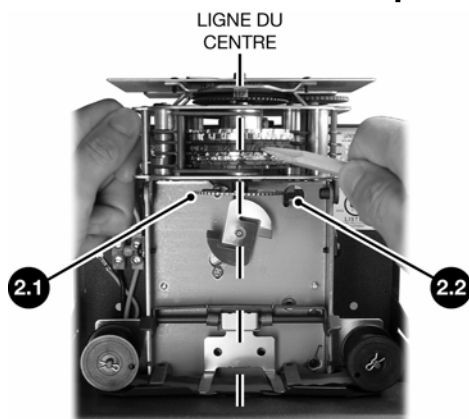

Figure 2
1. Repérez la ligne du centre sur laquelle s'alignent toutes les roues, tel qu'illustré dans la **Figure 2**.
2. Faites tourner les roues à l'aide d'un objet pointu. Faites tourner chaque roue jusqu'à ce que la date et l'heure soient alignées sur la ligne du centre, tel qu'illustré dans la **figure 2**. **Conseil : Lors du réglage, commencez par la roue du dessus et continuez en descendant.**